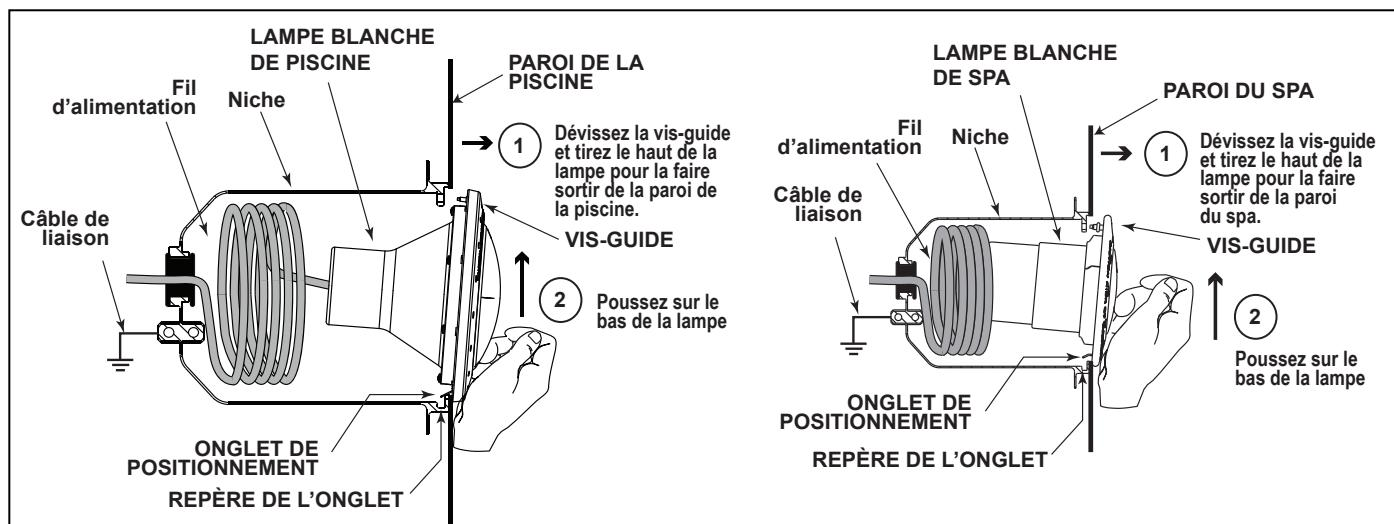

Figure 1. Démontage de la lampe blanche de piscine et de spa pour son remplacement
- Pour démonter la lampe, dévissez la vis-guide spéciale située sur le haut de la bague avant, sortez la lampe de la niche, et mettez-la sur le bord de la piscine. Il n'est pas nécessaire de vider la piscine ou le spa. Voir la Figure 1.